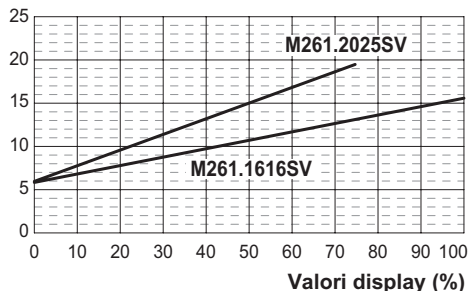
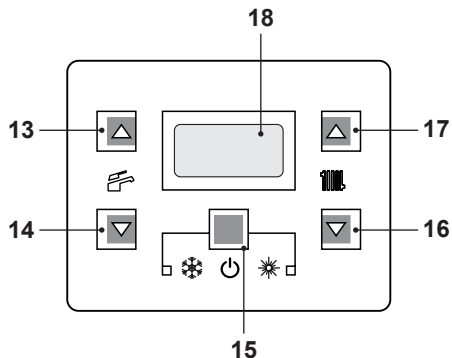
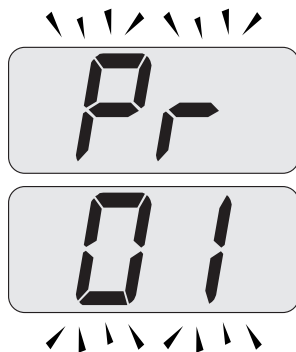

Figura 7.9
Figura 7.13
Figura 7.14
Il grafico in Figura 7.9 rappresenta come varia la potenza utile della caldaia in riscaldamento al variare del valore impostato nella scheda comando.
- Entrare in "modalità programmazione" premendo contemporaneamente per 10 secondi i tasti 15 - 16 - 17 (Figura 7.13) fino a far apparire sul display LCD le lettere **Pr** che si alternano con il codice **01**, indicanti l'entrata nel "parametro 01" (Figura 7.14).
- Premere contemporaneamente i tasti 15 e 17 (Figura 7.13) fino a far apparire sul display LCD il valore del parametro 12 (Figura 7.16) (100=**M261.1616SV** o 74=**M261.2025SV**).
- Utilizzando i tasti 16 o 17 (Figura 7.13) è possibile modificare il valore del parametro 12 (riferirsi al grafico Figura 7.9 per determinare il valore corretto in funzione della potenza utile di riscaldamento).
- Premendo il tasto 15 (Figura 7.13) si ottiene la conferma del valore inserito.
- Premendo contemporaneamente i tasti 15 e 16 (Figura 7.13) si esce senza modificare il valore (ritorno alla lista parametri Figura 7.15)
- Premendo contemporaneamente per 10 secondi i tasti 15 - 16 - 17 (Figura 7.13) si esce dalla "modalità programmazione".